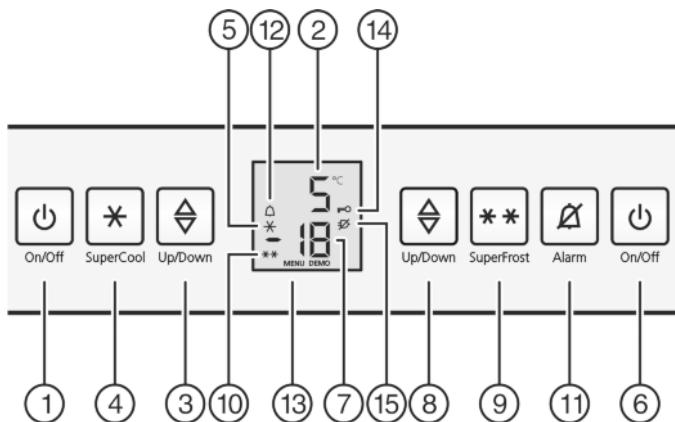

Fig. 2
- Нажмите кнопку On/Off морозильного отделения Fig. 2 (6).
- Нажмите кнопку On/Off холодильного отделения Fig. 2 (1).
- Активация режима настройки: Нажмите кнопку SuperFrost Fig. 2 (9) и удерживайте ее прим. 5 секунд.
- На индикаторе будет отображаться символ «Меню» Fig. 2 (13).
- Для подтверждения нажать и отпустить кнопку «SuperFrost» Fig. 2 (9).
- ▷ На индикаторе горит символ «Защита от детей» Fig. 2 (14).
- ▶ Нажмите и сразу отпустите кнопку On/Off морозильного отделения Fig. 2 (6).
- ▶ Активация режима настройки: Нажмите кнопку SuperFrost Fig. 2 (9) и удерживайте ее прим. 5 секунд.
- ▷ На индикаторе будет отображаться символ «Меню» Fig. 2 (13).
- ▶ Для подтверждения нажать и отпустить кнопку «SuperFrost» Fig. 2 (9).
- ▷ Символ «Защита от детей» Fig. 2 (14) гаснет.
Звуковой сигнал выключается автоматически, символ аварийного сигнала Fig. 2 (12) выключается и индикатор температуры перестает мигать, если температура снова становится достаточно низкой.
- ▶ Нажмите кнопку Alarm Fig. 2 (11).
Одновременно мигает индикация температуры и символ тревоги Fig. 2 (12).